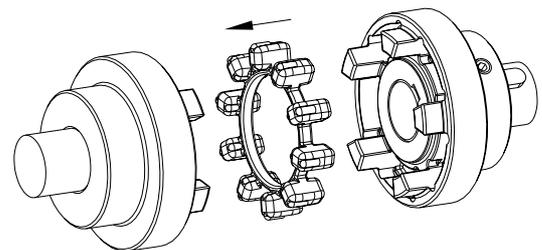

Figura 18: montaje del anillo elástico
- Inserte el anillo elástico o elastómeros individuales DZ en la sección de levas del mangón en el eje motriz y conducido (véase figura 18).